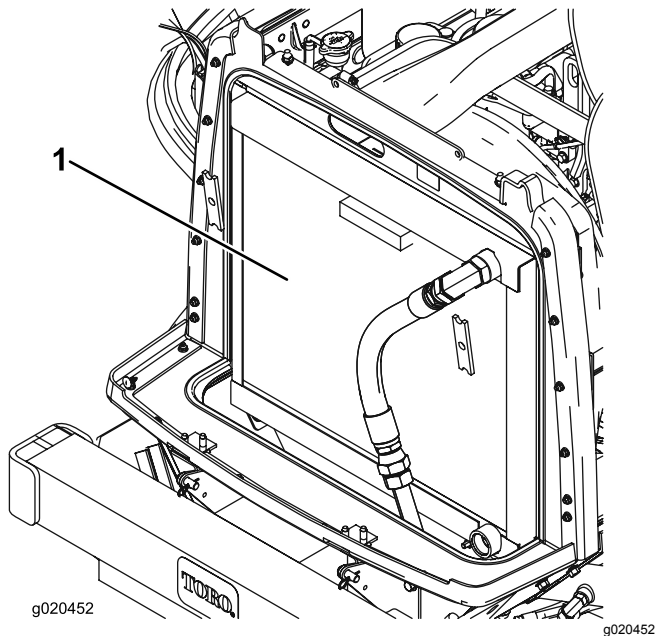

Figura 98
3. Limpie a fondo ambos lados de la zona del radiador/enfriador de aceite con aire comprimido (Figura 98).